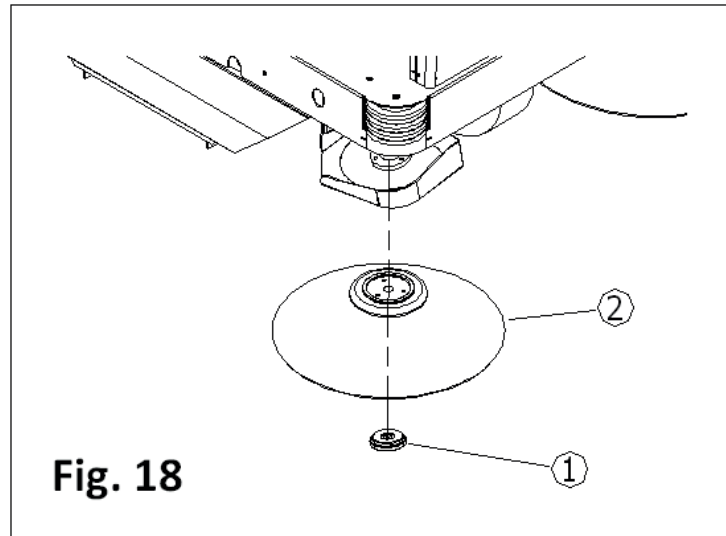

**Fig. 17**
- 1 - Desmonte la chapa izquierda (correspondiente al puesto de conducción) **Part. 1 (IZQ) Fig. 17**, simplemente levantándola retirando los encajes de bayoneta.
- 2 - Desenrosque los dos tornillos de fijación del semibrazo **Part. 4 Fig. 17**;
- 3 - Desenrosque los tres tornillos que rodean el cárter lateral **Part. 5 Fig. 17**.
- 4 - Extraiga el cepillo central **Part. 6 Fig. 17** y sustituya, con cuidado para orientar bien las cerdas del cepillo que deben estar como en la **Figura 17**.